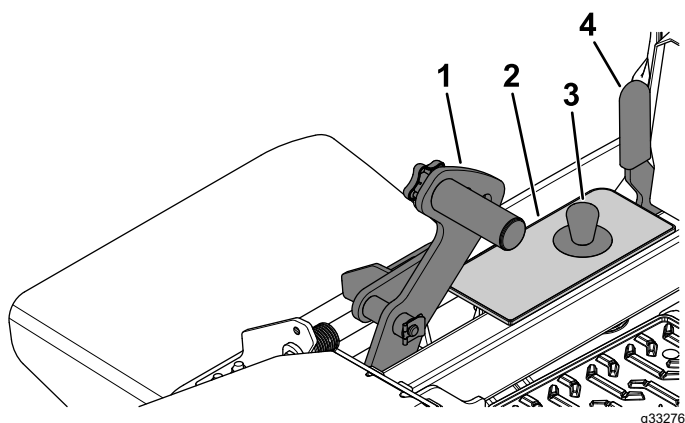

Figura 31
1. Presione el pedal de elevación de la carcassa hacia adelante del todo para bloquear la carcassa de corte en la posición de TRANSPORTE (que es también la posición de altura de corte de 140 mm (5½")), como se muestra en la Figura 31.
2. Para ajustar la altura de corte, retire el pasador del soporte de altura de corte (Figura 31).
3. Seleccione el orificio del soporte de altura de corte que corresponde a la altura de corte deseada, e inserte el pasador (Figura 31).